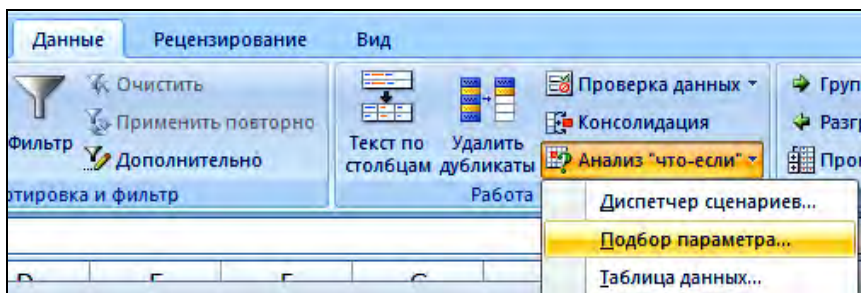

Рис. 8.8. Выполнение команды *Подбор параметра*
3. На вкладке *Данные* в группе *Работа с данными* выполнить команду *Анализ "что-если"*, а затем в списке выбрать пункт *Подбор параметра* (рис. 8.8).